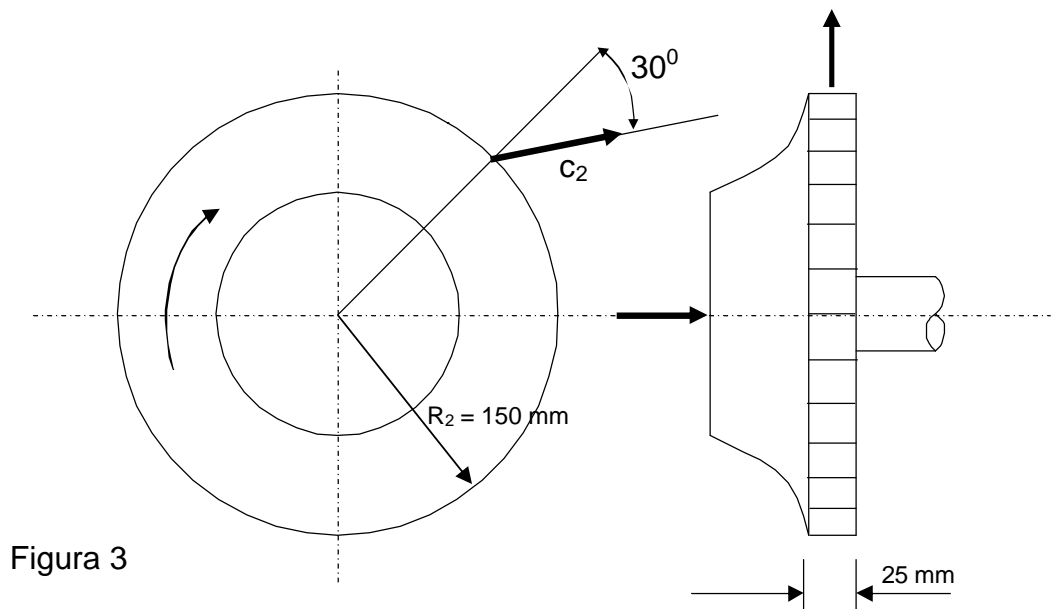

Figura 3
3. El impulsor de una bomba está rotando a 1200 rpm en la dirección mostrada en la figura 3 El flujo entra paralelo al eje de rotación y deja el impulsor formando un ángulo de  $30^\circ$  respecto de la dirección radial. La velocidad absoluta de salida  $c_2$  es de 30 m/s.